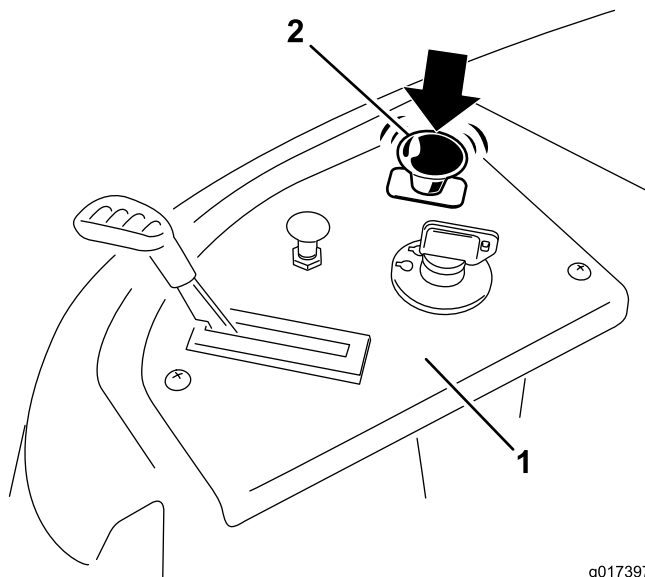

**Figure 14**
3. Tirez sur la commande des lames pour la placer en position engagée et engager les lames (Figure 14).